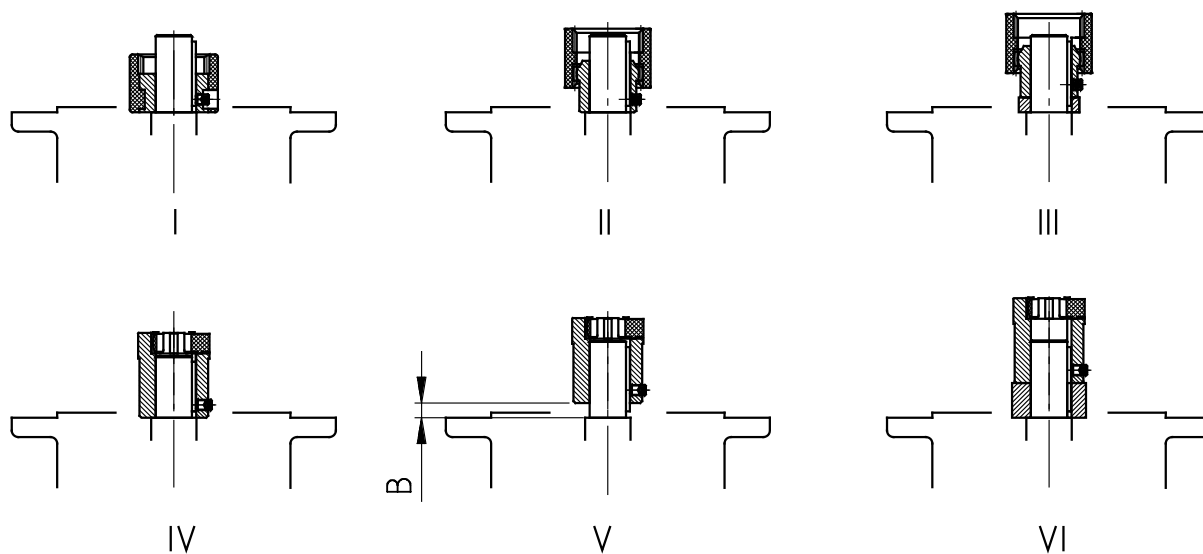

Figura 17: Montagem do acoplamento sobre o eixo do motor para diversas formas construtivas de acoplamento
3. Insira o cubo do acoplamento sobre o eixo do motor até a face de encosto, de acordo com as informações do fabricante do motor. Eventualmente deverão ser colocadas as buchas distanciadoras fornecidas entre o cubo do acoplamento e o encosto, para os tamanhos de motor 90, 160, 180 e 225. Nos redutores com engrenagens helicoidais padrão deve ser observada a dimensão B entre o cubo do acoplamento e o encosto (ver Figura 17). Em alguns adaptadores NEMA a posição do acoplamento deverá ser ajustada de acordo com a informação na etiqueta adesiva.